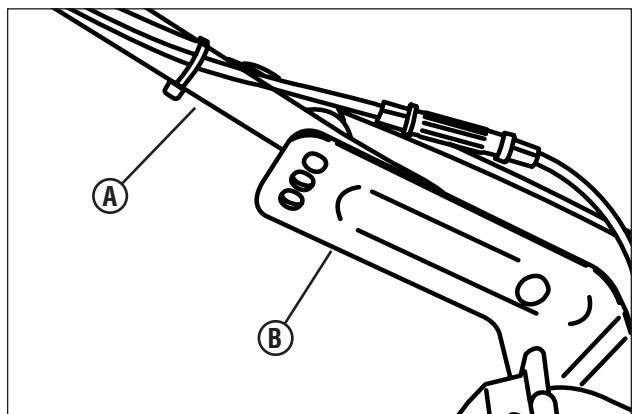

Figure 5 : Réglage de la hauteur de la poignée
1. Déposer les manettes et les boulons qui maintiennent le bas du poignée (A, Figure 5) sur les supports de fixation (B).